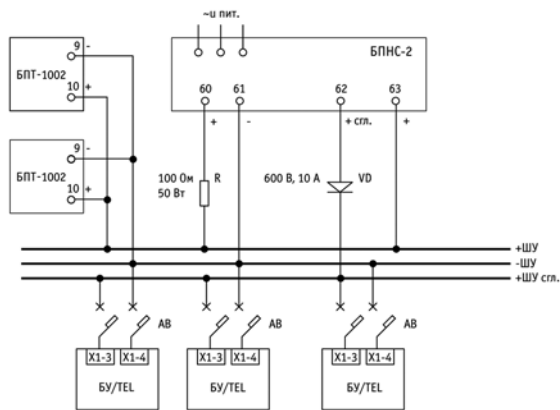
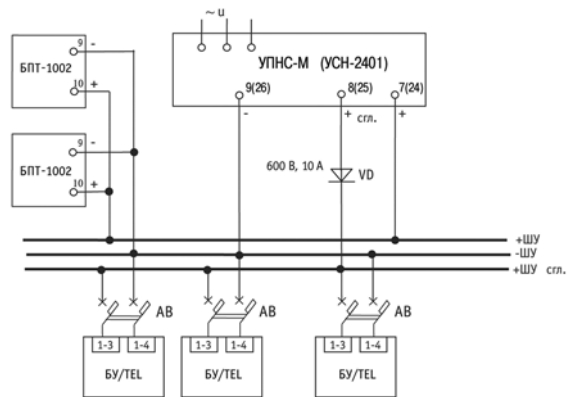
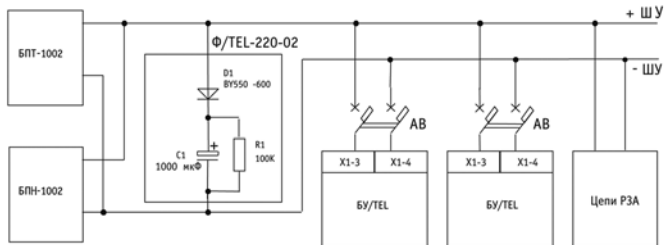

Рис. 15. Схема организации оперативного питания при использовании источников выпрямленного оперативного тока типа БПНС-2 и БПТ-1002
Рис. 16. Схема организации оперативного питания при использовании источников выпрямленного оперативного тока типа УПС-М (УСН-2401) и БПТ-1002
Рис. 17. Схема организации оперативного питания при использовании источников выпрямленного оперативного тока типа БПН-1002 и БПТ-1002
2.3.1.1. В схеме с БПНС-2 питание на блоки управления рекомендуется подавать поочередно не более 5 на пять БУ/TEL одновременно. В противном случае всплеск тока при подключении может привести к перегоранию предохранителя БПНС-2. Резистор R (см. рис. 15) допускается не устанавливать, если БПНС-2 применяют без других источников выпрямленного тока.
2.3.1.2. При организации оперативного питания с помощью устройств БПНС-2 и БПТ-1002, а также УПНС-М и БПТ-1002 питание БУ/TEL необходимо осуществлять от выхода встроенного сглаживающего фильтра. Схемы организации оперативного питания в этих случаях приведены на рис. 15 и рис. 16.
2.3.1.4. Схема организации оперативного питания при использовании устройства УСН-2401 аналогична. На рис. 16 в скобках указаны номера зажимов блока УСН-2401.
Фильтры поставляются отдельно предприятием "Таврида Электрик". Схема организации оперативного питания для этого случая приведена на рис. 17.
В схеме управления на выпрямленном оперативном токе питание БУ/TEL должно осуществляться в соответствии со схемами, приведенными в п. 2.3.1. Организация оперативного питания БУ/TEL в схемах на выпрямленном токе (см. рис. 15 - рис. 17).